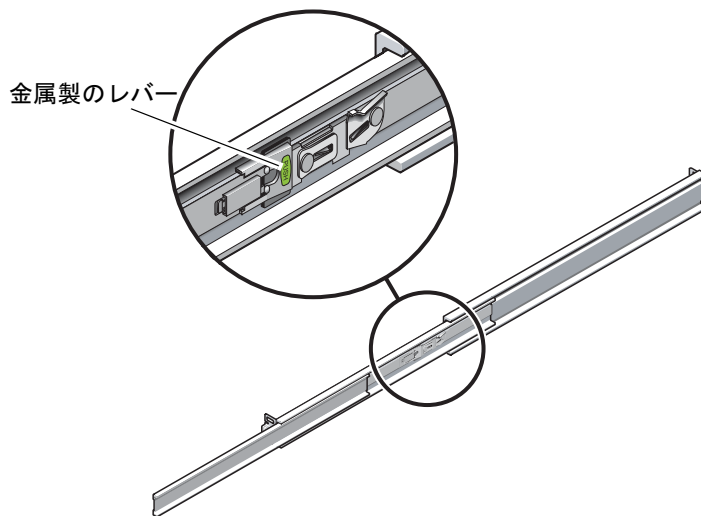

図 3-35 スライドレールレバーストップのロックの解除
5. サーバーが完全に引き出されている場合は、スライドレールのレバーストップを離します (図 3-35)。